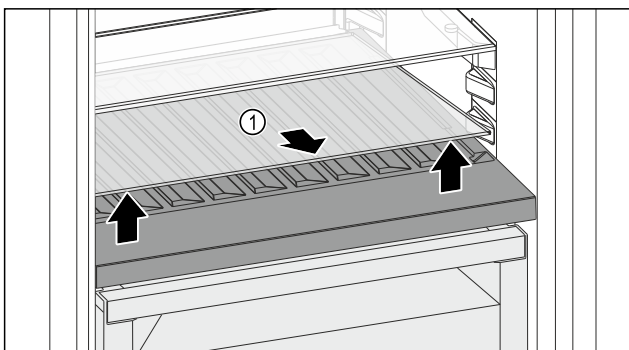

Fig. 214
- ▶ Glasplatte Fig. 214 (1) an der Aussparung vorne anheben und herausnehmen.
- ▶ Glasplatte Fig. 214 (1) außerhalb des Geräts sicher aufbewahren.
- ▶ Glasplatte (2) unter der variablen Flaschenablage einlegen.